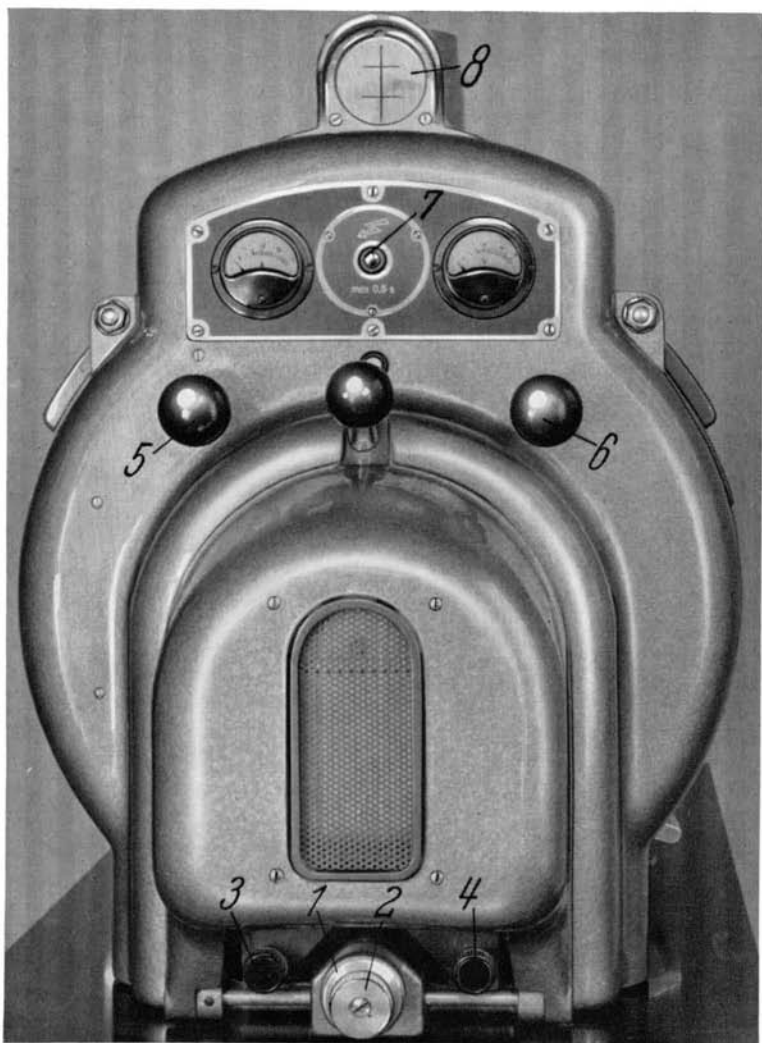

Abb. 10 Lampenrückseite
Mit dem großen mittleren Rändelknopf (Bild 10, Pos. 1) kann man den Abstand der Xenon-Lampe und des Hilfsspiegels vom Hauptspiegel verändern. Der große Rändelknopf wird so lange verstellt, bis auf der Leinwand die größte Bildhelligkeit sich zeigt. Es wird dabei an einer Stelle der Bildwand ein besonders heller Fleck entstehen. Durch Verdrehen der beiden Einstellspindeln für den Hauptspiegel (Bild 10, Pos. 5 u. 6) wird der Hauptspiegel so geneigt, daß der helle Fleck auf der Bildwand genau auf die Mitte der unteren Bildkante fällt. Damit sind der Xenon-Kolben und der Hauptspiegel richtig eingestellt.
3. Die Einstellung des Hilfsspiegels nach Höhe und Seite kann an den beiden schwarzen Rändelknöpfen unterhalb der Abschlußhaube durchgeführt werden (Bild 10, Pos. 3 u. 4). Die Knöpfe werden in Richtung ihrer Achsen eingedrückt und lassen sich dann verdrehen. Der rechte Knopf übernimmt die Höheneinstellung, der linke Drehknopf die Seiteneinstellung des Hilfsspiegels. Die beiden Einstellknöpfe müssen so verdreht werden, daß die helle Spitze des vom Hilfsspiegel entworfenen Bogenbildes auf den unteren Linienschnitt der Mattscheibe zu liegen kommt.
4. Die Lage des Hilfsspiegels in Richtung der optischen Achse muß dann durch Verdrehen des kleinen mittleren Rändelknopfes (Bild 10, Pos. 2) so verändert werden, daß auch auf der Bildwand sich oben in der Mitte der Bildkante ein heller Lichtfleck zeigt.